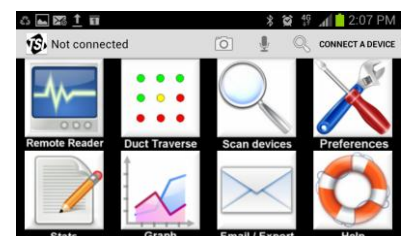

Abbildung 4. Hauptbildschirm von LogDat Mobile
- c) Nach Anzeige der Meldung „**Verbunden**“ wird LogDat Mobile aufgerufen und kann sofort verwendet werden (Abbildung 4).